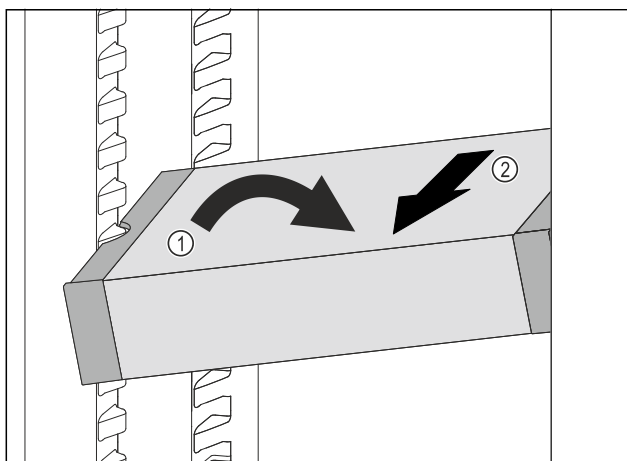

Fig. 124
- ▶ Coloque el VarioSafe en el compartimento del frigorífico en posición oblicua. Fig. 124 (1)
- ▶ Extraiga el VarioSafe hacia delante. Fig. 124 (2)